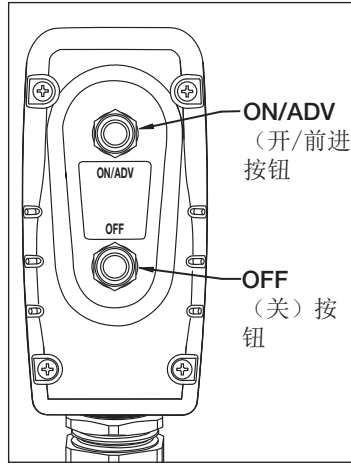

图 6, 悬吊开关按钮
参见图 6
1. 要启动泵，请按下悬吊开关上的“ON/ADV（开/前进）”按钮。请参见图 6。电机将自动启动，且扳手将开始推进。只要按住此按钮，扳手就会一直前进。压力表将显示前进管路中的压力。